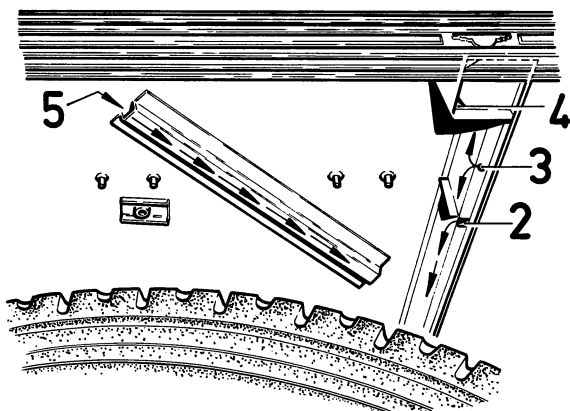

Fig. 8.
6. Voer de spuitkop via het bestaande gat 2 (fig. 8) zover mogelijk in de dubbele beplating van de achterwand en trek de kop al spuitend langzaam terug.
6. Introduire l'embouchure le plus profondément que possible entre la doublure de la jupe par l'orifice 2 (fig. 8) et en aspergeant, lentement retirer l'embouchure.
7. Spuit via het geboorde gat 3 (fig. 8) naar links en naar rechts in het resterende gedeelte van de dubbele beplating van de achterwand.
8. Spuit via de open uiteinden 5 (fig. 8) in de omega profielen, welke zich rechts en links aan de onderzijde van de cabine bevinden.
7. Par l'orifice 3 (fig. 8) asperger à gauche et à droite dans la doublure de la jupe.
8. Par les ouvertures 5 (fig. 8) asperger dans les profilés oméga, se trouvant à gauche et à droite sur le bas de caisse.